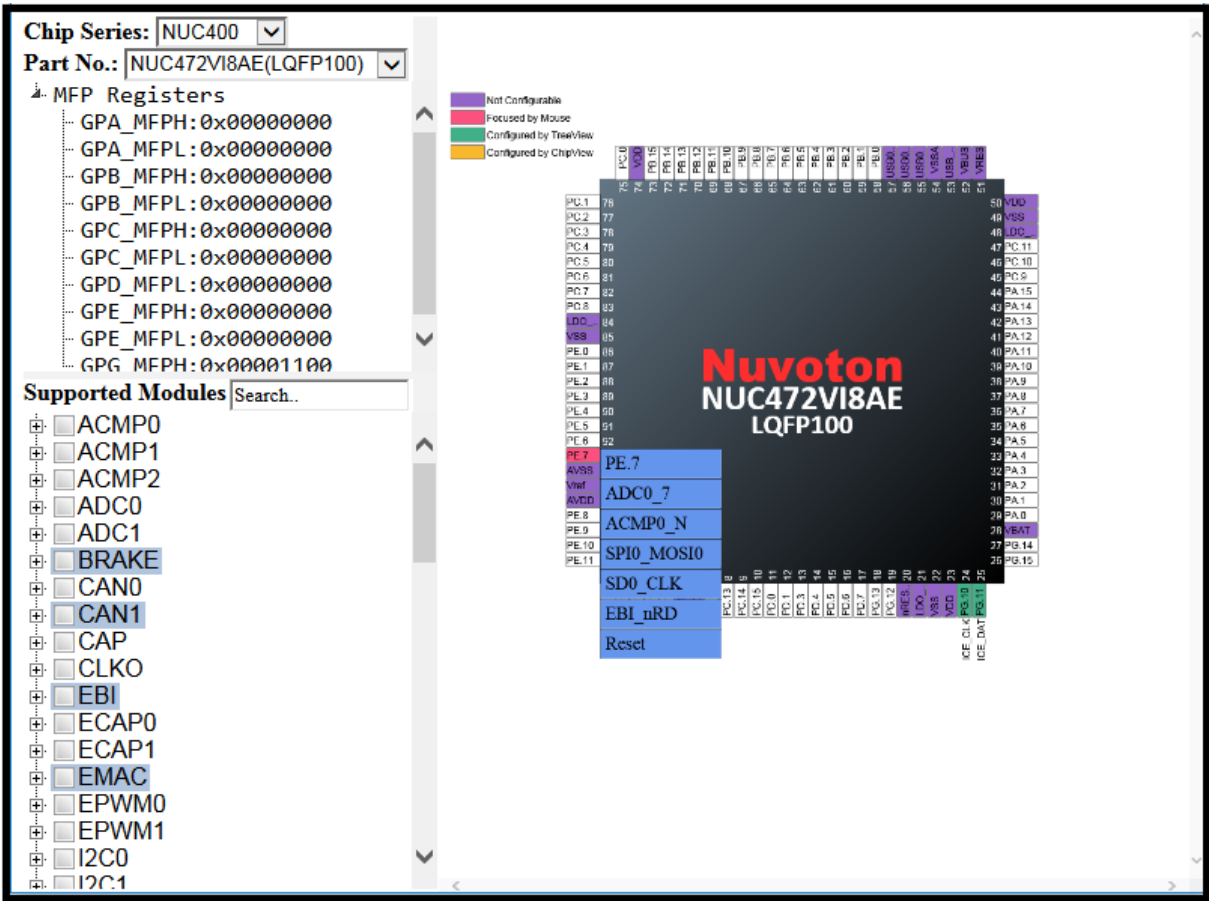

图 3-11 多功能管脚的选项
1. 将鼠标移动到预期的管脚上，并点击鼠标左键。接着在管脚附近将显示出多功能管脚的选项(参照图 3-11)。